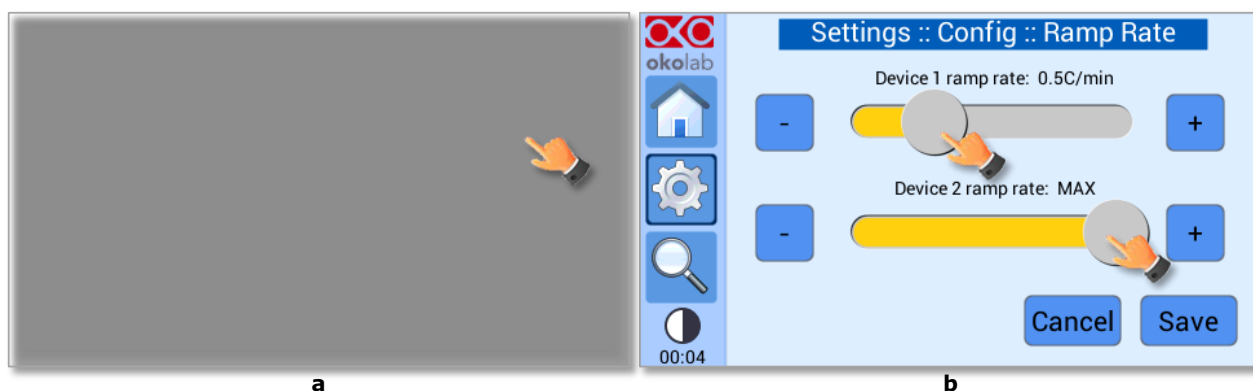

Figura 29. Rampa de calentamiento. (a) Cómo acceder al menú de Rampa de calentamiento; (b) Definición de la rampa de calentamiento
- 1 Pulse el icono de *Rampa de calentamiento* , ver figura 29(a).
- 2 Utilice la barra de desplazamiento o los iconos + y – para seleccionar la rampa de calentamiento máxima (en °C/min) para cada dispositivo y pulse *Guardar*, como se muestra en la figura 29 (b).